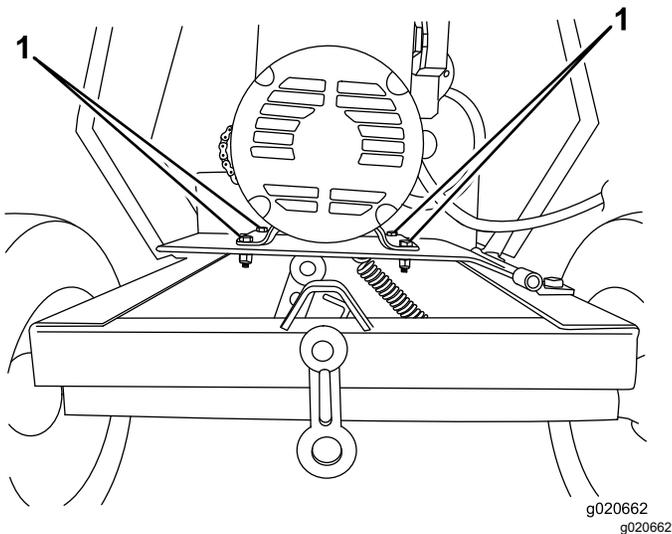

Figure 35
- Desserrez les écrous et boulons qui fixent le moteur au plancher moteur (Figure 35).
- Pour accroître l'entrefer – éloignez le moteur de la poulie de tension (Figure 35).
- Pour réduire l'entrefer – rapprochez le moteur de la poulie de tension (Figure 35).